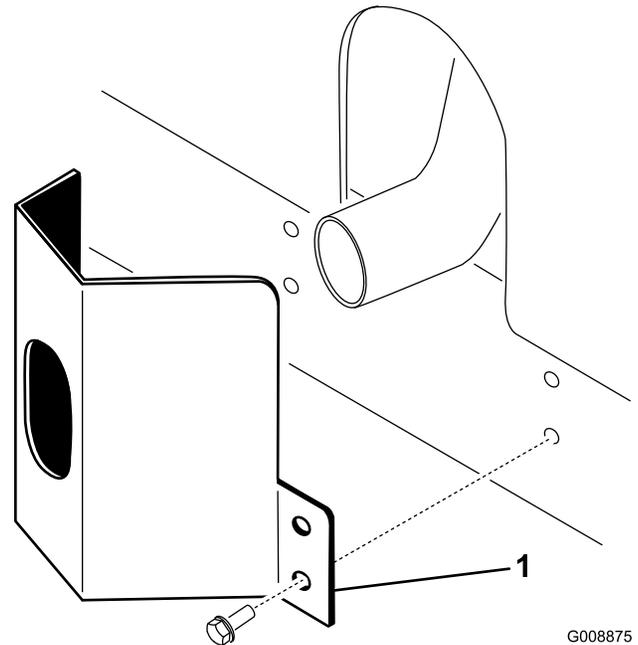

Figure 7
1. Placez la protection de l'échappement autour du silencieux et alignez les trous de montage avec ceux du châssis (Figure 7).
2. Fixez la protection de l'échappement au châssis à l'aide de 4 vis autotaraudeuses (Figure 7).